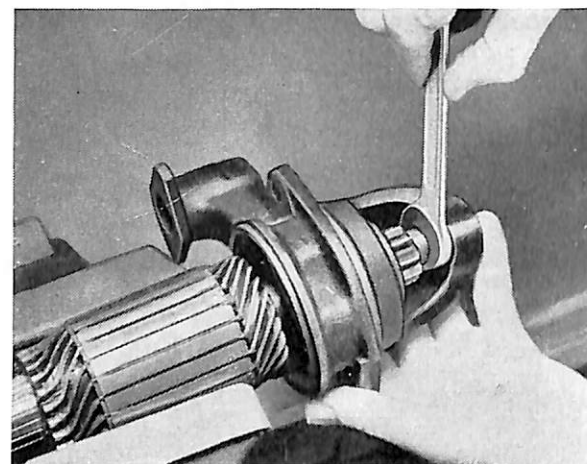

Bild 47. Demontering av drev.
6. Tag bort saxpinnen och lossa muttern på rotorns axel. Tag sedan bort låsringen, se bild 47 och 48. Putsa axelkanten vid låsringen med en fil så att ev. grader avlägsnas.